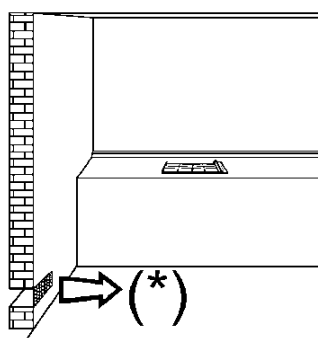
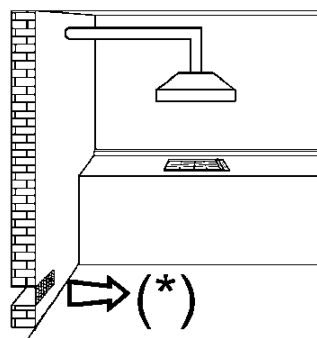
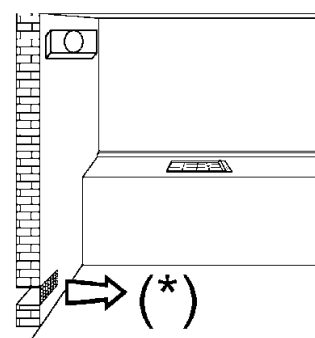

FIG. 1
FIG. 2
FIG. 3
- *l'utilisation d'un appareil de cuisson au gaz produit de la chaleur et de l'humidité dans la pièce où il est installé. Il convient donc de bien ventiler cette pièce en maintenant les grilles d'aération dégagées (fig. 1) et en activant la ventilation mécanique contrôlée ou VMC (hotte d'aspiration ou ventilateur électrique, fig. 2 et fig. 3).*
La pièce où l'appareil est installé doit être constamment ventilée afin de garantir un bon fonctionnement. La quantité d'air est celle nécessaire à la bonne combustion du gaz et la ventilation de la pièce qui mesure au moins 20 m3. Le flux d'air naturel doit passer directement par les ouvertures permanentes d'une section minimum de 100 cm2 prévues dans les cloisons de la pièce à ventiler et doit être dirigé vers l'extérieur (voir fig. 1). Ces ouvertures doivent être réalisées de manière à ce qu'elles ne puissent pas être bloquées.
Les tables de cuisson au gaz doivent toujours éliminer les produits de la combustion par le biais de hottes raccordées à des cheminées, des conduits ou directement à l'extérieur (voir fig. 2). S'il est impossible d'installer une hotte, un ventilateur installé dans une fenêtre ou un mur extérieur peut être utilisé en parallèle avec l'appareil (voir fig. 3), à condition que les dispositions relatives à la ventilation énumérées dans les normes en vigueur soient rigoureusement respectées.